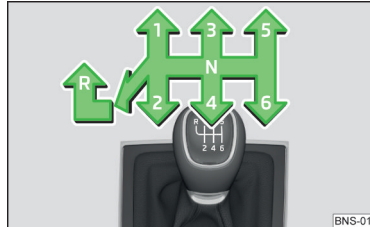

Abb. 257
Auf dem Schalthebel ist das Schaltschema für die einzelnen Gangstellungen dargestellt » Abb. 257.
- › Den Schalthebel nach unten drücken, völlig nach links und dann nach vorn in **R**-Stellung stellen » Abb. 257.